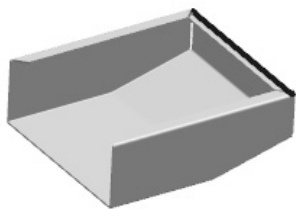

图 7.24 折弯特征 3
Step14. 创建图 7.24 所示的折弯特征 3。将模型切换至“NX 钣金”设计环境，选择下拉菜单 **插入(S)** → **折弯(B)** → **折弯(B)** 命令，系统弹出“折弯”对话框；选取图 7.22 所示的模型表面为草图平面，绘制图 7.25 所示的折弯线；在 **折弯属性** 区域中的 **角度** 文本框中输入折弯角度值 90，单击 **反面** 后的  按钮，并在 **内嵌** 后的下拉列表中选择 **! 材料外侧** 选项；在 **折弯参数** 区域中单击 **折弯半径** 文本框右侧的  按钮，在系统弹出的快捷菜单中选择 **使用本地值** 选项，然后在 **折弯半径** 文本框中输入数值 0.5；其他参数采用系统默认设置值；单击 **确定** 按钮，完成折弯特征 3 的创作。